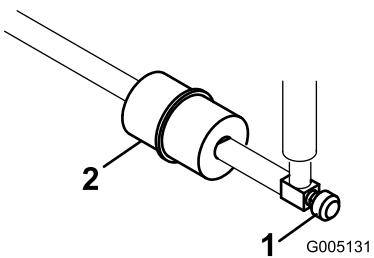

Figure 46
Le filtre à carburant est incorporé dans la conduite d'alimentation, entre le réservoir de carburant et le carburateur (Figure 46). Vérifiez que la flèche qui se trouve sur le filtre pointe bien dans la direction opposée au réservoir de carburant.
1. Fermez le robinet de carburant, desserrez le collier de flexible côté carburateur et débranchez la conduite d'alimentation du filtre (Figure 46).
2. Placez un bac de vidange sous le filtre, desserrez l'autre collier de flexible et déposez le filtre (Figure 46).